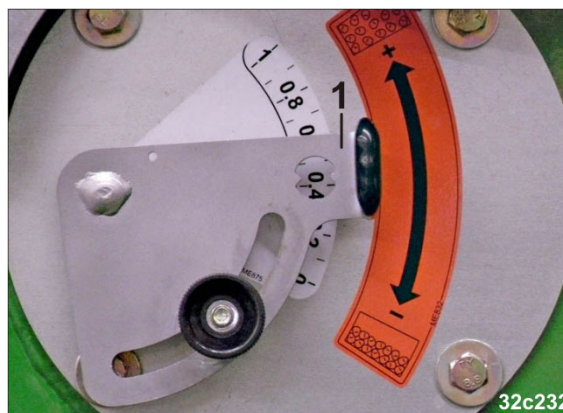

Рис. 264
5. Переместите рычаг воздухом направляющей пластины (Рис. 264/1) при работающем вентиляторе несколько раз от упора до упора.